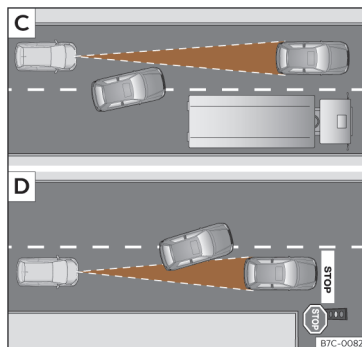

Fig. 113 C) Mudança de faixa de um veículo. D) Veículo em circulação e outro parado.
- Veículos que mudem para a faixa na qual circula a pouca distância do veículo >>> **Fig. 113 C**.
O ACC não reage perante veículos detidos. Se, por exemplo, um veículo detetado pelo ACC roda ou se afasta e em frente do mesmo se encontra um veículo parado, o ACC não reagirá face a este último >>> **Fig. 113** .